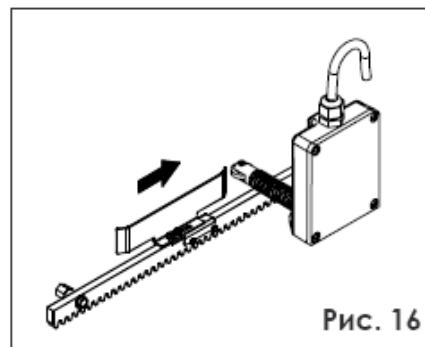

Рис. 16
5. Переместите пластину концевой выключателя в направлении открытия ворот (рис.16) до тех пор, пока индикатор концевой выключателя не погаснет (OFF); далее сдвиньте пластину в том же направлении еще на 20-30 мм и закрепите ее на рейке, используя крепеж из комплекта.